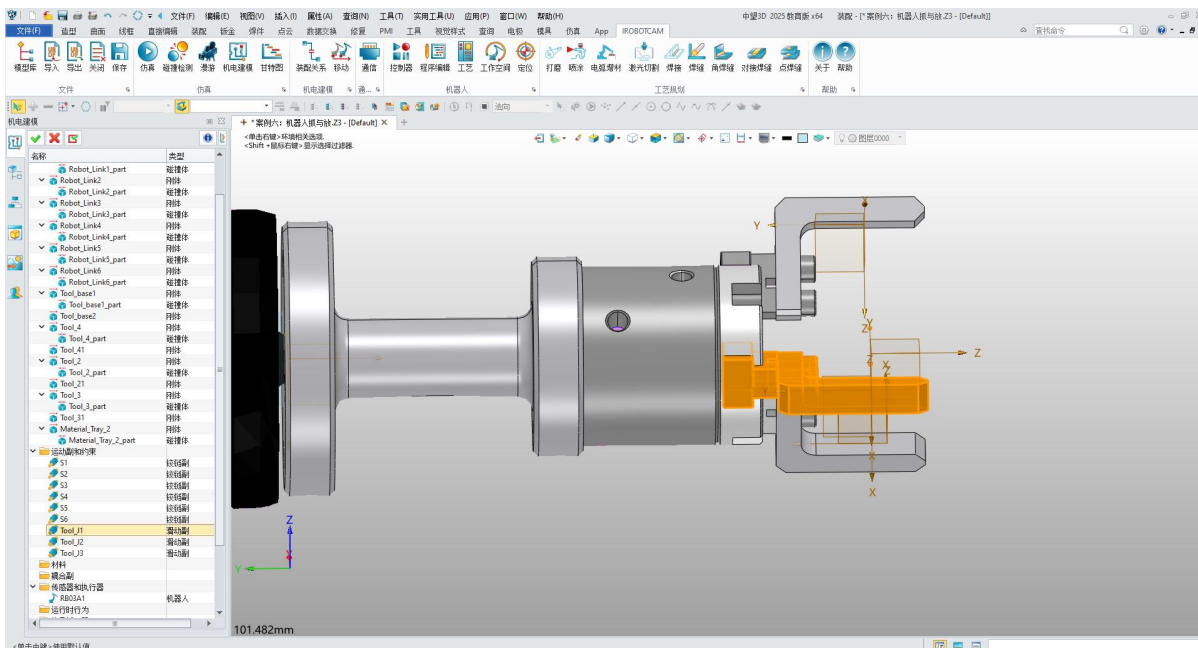

图 10-4：三个滑动副高亮显示
- 验证高亮显示：添加完成三个滑动副后，点击每个滑动副以验证爪子对应的部分是否高亮显示正确。显示效果如下图所示（图 10-4）